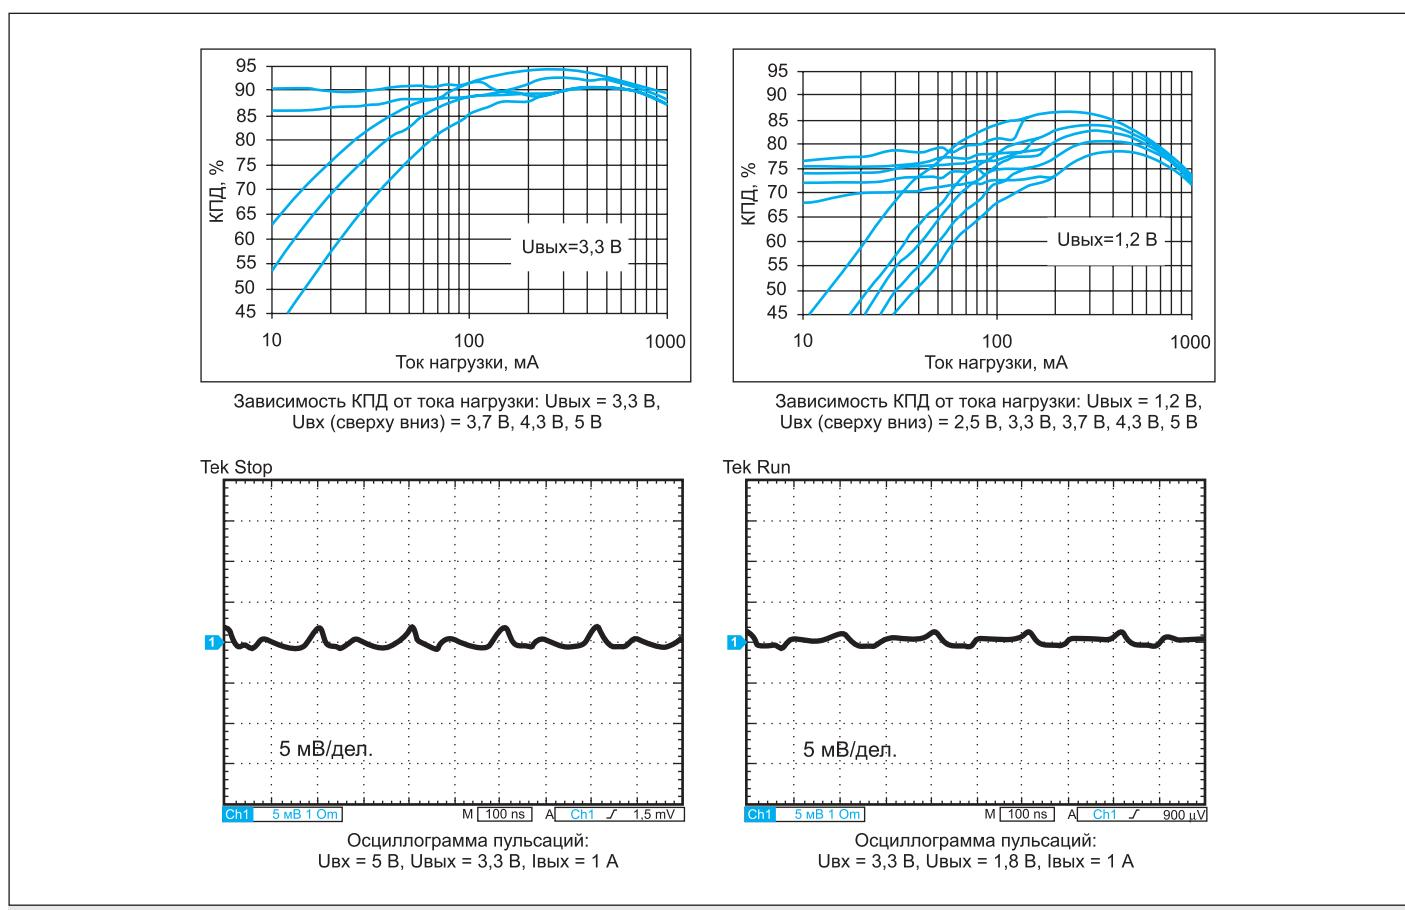

Рис. 7. Графики зависимости КПД от тока нагрузки для различных значений входных и выходных напряжений, осциллографмы пульсаций выходного напряжения
- КПД до 94%, уровень пульсаций: 5 мВ (полный размах) (рис. 7), низкий уровень шума, рекомендован к применению в чувствительных радиочастотных устройствах;
На рис. 7 изображены графики зависимости КПД EP53A8xQI от выходного тока при различных значениях входных и выходных напряжений, а также осциллограммы пульсации выходного напряжения 3,3 В/1,8 В при входном напряжении 5 В/3,3 В и выходном токе 1 А. Как видно из осциллограмм, размах пульсаций не превышает 5 мВ.